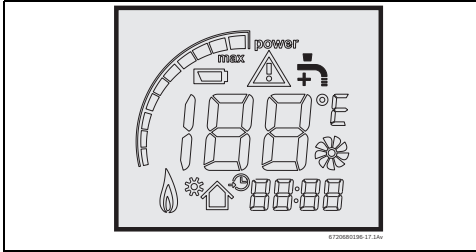
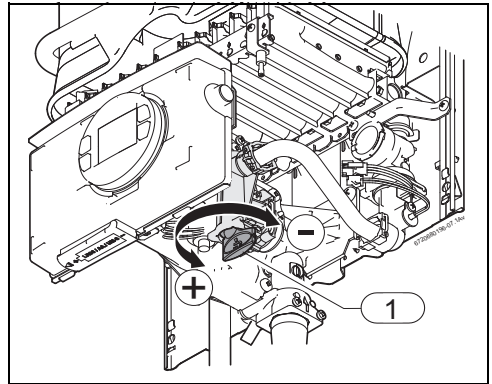

Fig. 9 Caudal del agua (aumento/reducción)
Fig. 14 Selector del caudal del agua
El aparato controla la temperatura de salida ( $\pm 3$  °C) en función del valor seleccionado. Siempre que el símbolo del grifo surge en el display (→ Fig. 9), el caudal del agua necesita de ser ajustado (Fig. 14, [pos. 1]).